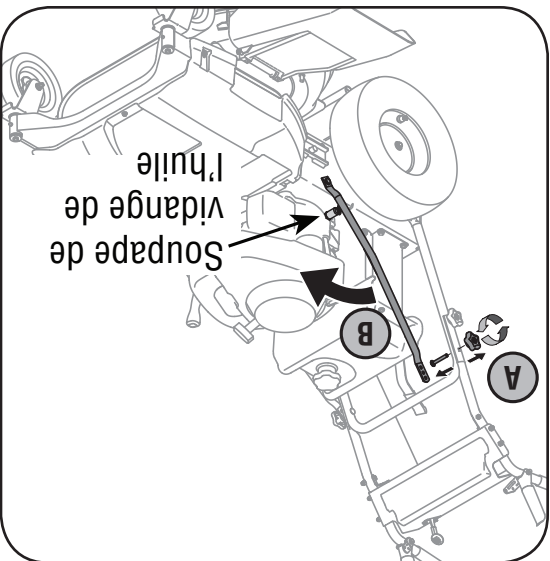

Figure 5-1
2. Enlevez le bouton étoilé supérieur et la vis ordinaire sur le côté droit du guidon. Voir la Figure 5-1.
3. Basculez le support tubulaire vers l'avant pour pouvoir connecter le boyau de vidange de l'huile sur la soupape de vidange. Voir la Figure 5-1.